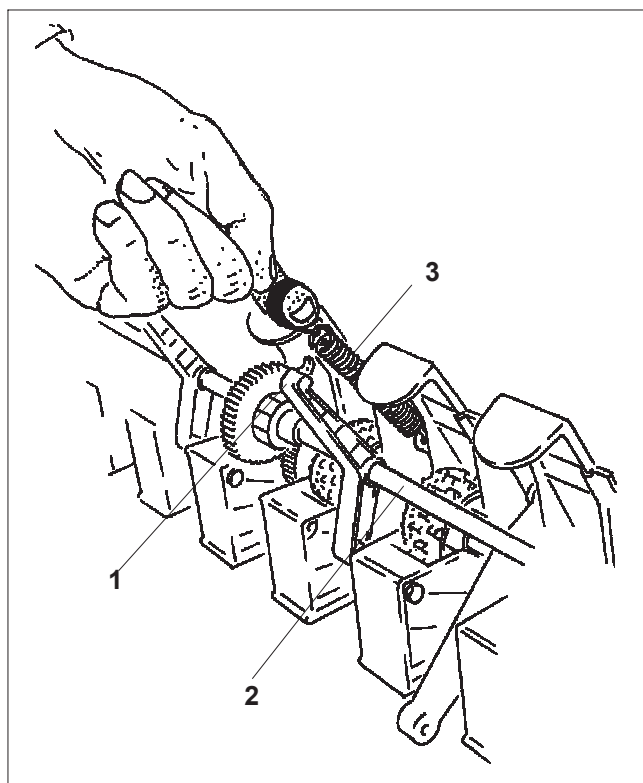
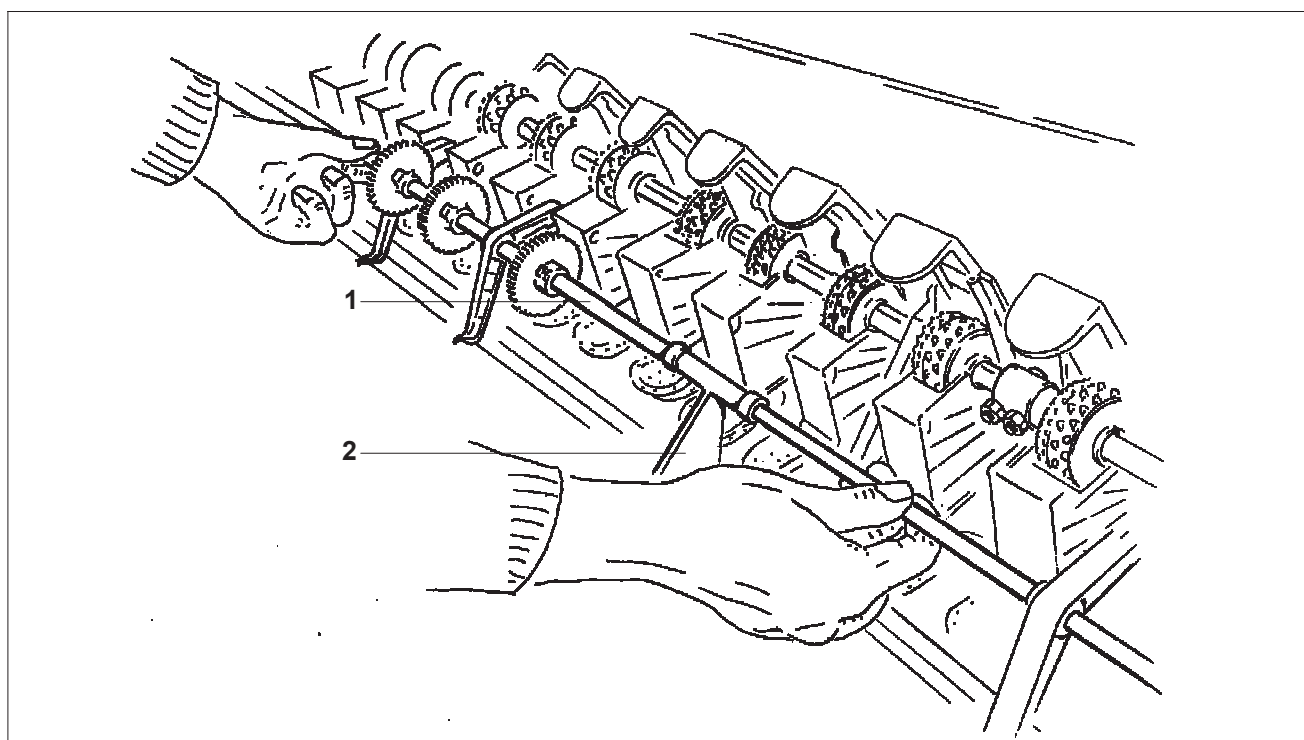

Рис. 18.23
Рис. 18.24
- поворотные опоры (рис. 18.23/1) промежуточного вала (рис. 18.23/2) подпружинены; снимите натяжные пружины (рис. 18.23/3) и откиньте вниз промежуточный вал (рис. 18.24/1); при этом кронштейн (рис. 18.24/2), обеспечивающий осевую фиксацию промежуточного вала, выдвигается из паза высевной коробки;